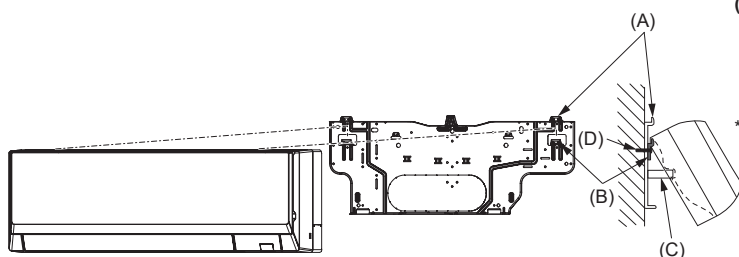

Fig. 3-13
- Si l'appareil intérieur ne peut être suspendu et soulevé à l'aide du crochet classique (la dimension de 2.1. (K) (espacement entre le plafond et l'appareil) est de 75 mm ou moins), suspendez l'appareil sur le crochet inférieur du tuyau gauche. (Fig. 3-13)
(Fig. 3-13)